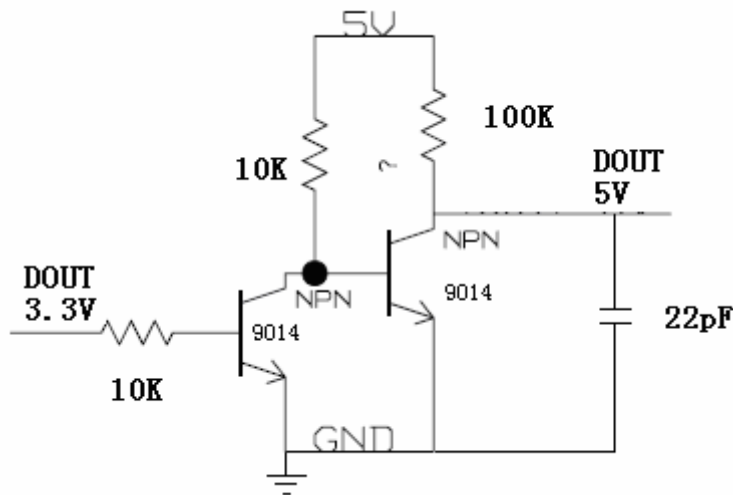

图 5
- 3.3V 转 5V 也可采用两级三极管反相电路 (如图 5) 而不用软件取反。